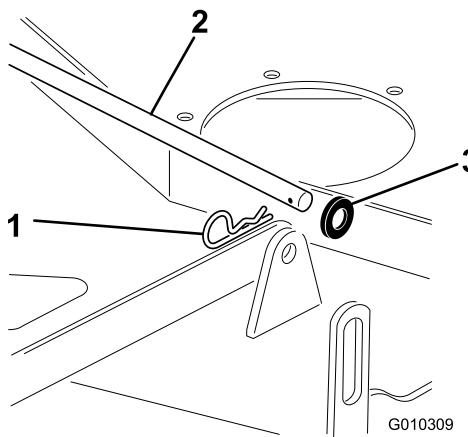

Figura 72
1. Retire el pasador de horquilla y la arandela que sujetan la varilla larga de acoplamiento al bastidor y a la carcasa; retire la varilla de acoplamiento (Figura 72).
7. Instale la varilla de acoplamiento larga por la pletina de suspensión y la carcasa. Sujeta la varilla de acoplamiento con los pasadores de horquilla y las arandelas que retiró anteriormente (Figura 72).